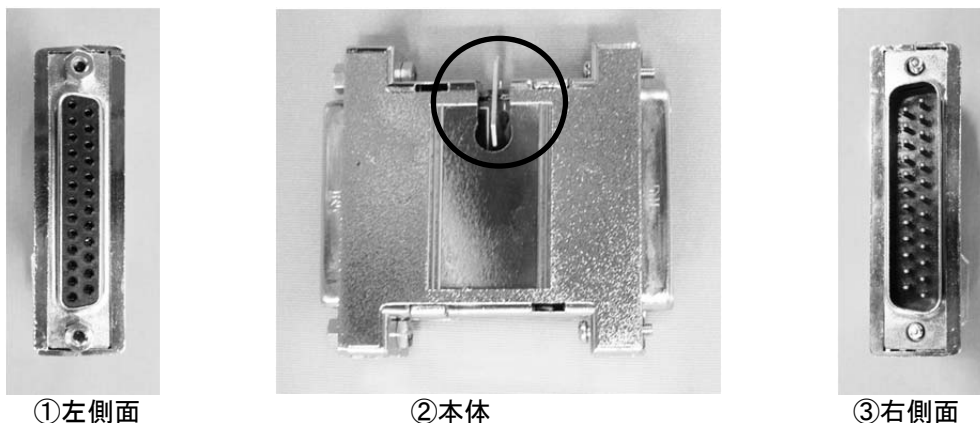

図 3-2 AC200 の外観
参照▶ 図 3-2 AC200 の外観 左側面
本体に FG 端子 (L 字型) がついています。(図 3-2 AC200 外観 ②本体の黒丸部分)
参照▶ 図 3-2 AC200 の外観 本体
参照▶ 図 3-2 AC200 の外観 右側面